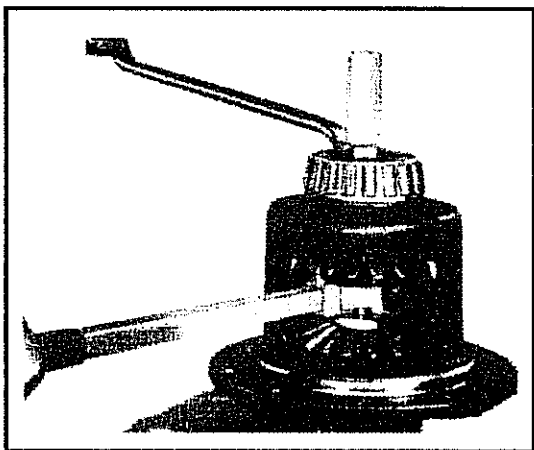

Abb. 8-16 Entfernen der Antriebskegelräder
- J-23781 an der Adapterplatte anbringen, wie in Abb. 8-16 gezeigt. Die Schrauben in den Adapter eindrehen, bis dieser in der Adapterplatte zentriert wird.